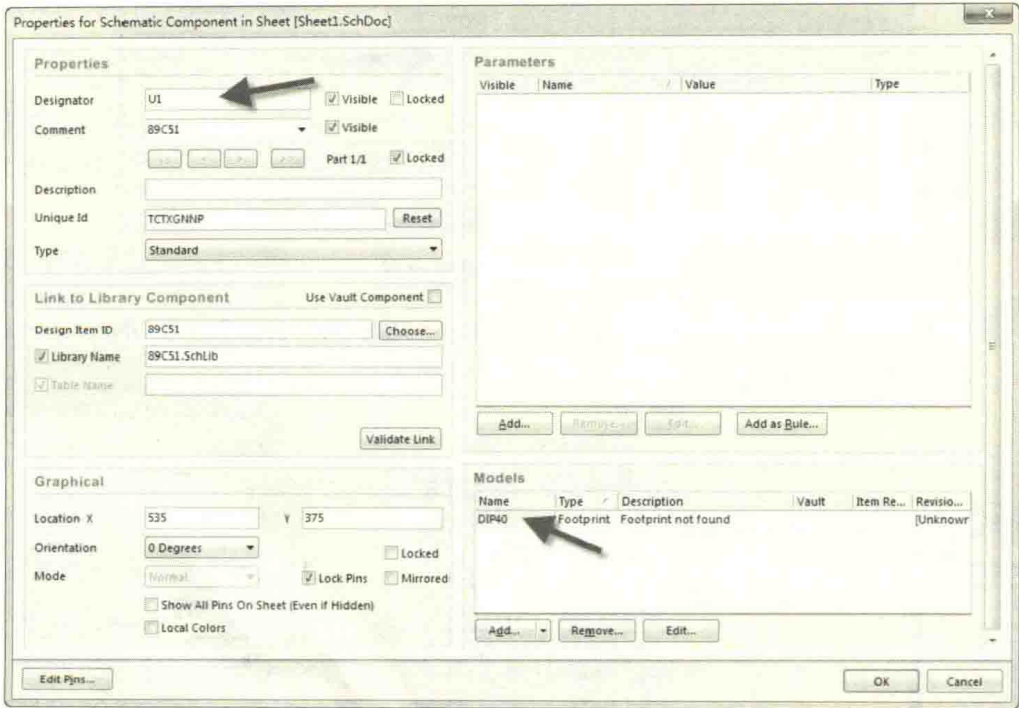

图 4-116 更改元件属性
(3) 在放置状态下按“Tab”键，或者放置完成之后双击，可以更改“89C51”元件的属性，如图 4-116 所示，“Designator”更改为“U1”，其他地方检查下信息参数是否正确。